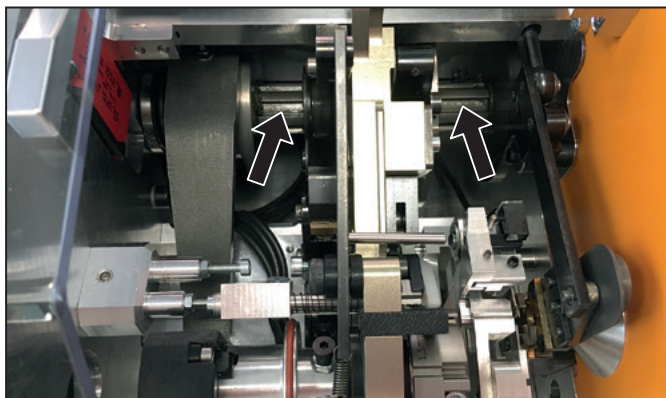

Bild 7.6 Smörjställen drivaxel
- Smörj drivaxeln på de angivna ställena, se Bild 7.6.